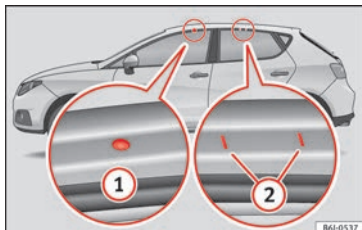

Fig. 150 Modelo IBIZA: puntos de fijación de las barras longitudinales para el portaequipajes del techo.
Los puntos de fijación delanteros y traseros ① y ② sólo pueden verse con las puertas abiertas » **fig. 150**.